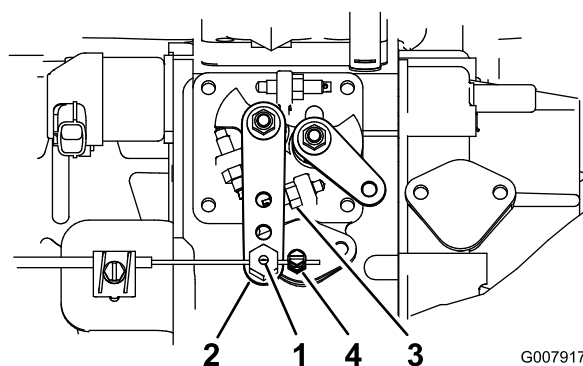

Figura 56
3. Sujete la palanca de la bomba de inyección contra el tope de ralentí alto (Figura 56).
2. Afloje el conector del cable del acelerador, en el cable del acelerador, junto a la palanca de la bomba de inyección (Figura 56).